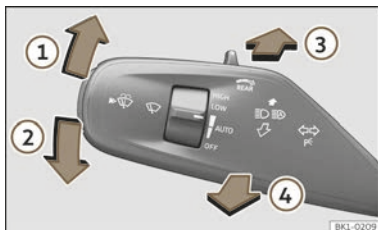

Abb. 103 Blinker- und Fernlichthebel.
- Drücken Sie den Blinker- und Fernlichthebel aus der Ausgangsstellung nach vorne >>> (Abb. 103) .
- **ODER:** Ziehen Sie bei eingeschaltetem Fernlichtassistenten den Blinker- und Fernlichthebel nach hinten >>> (Abb. 103) .